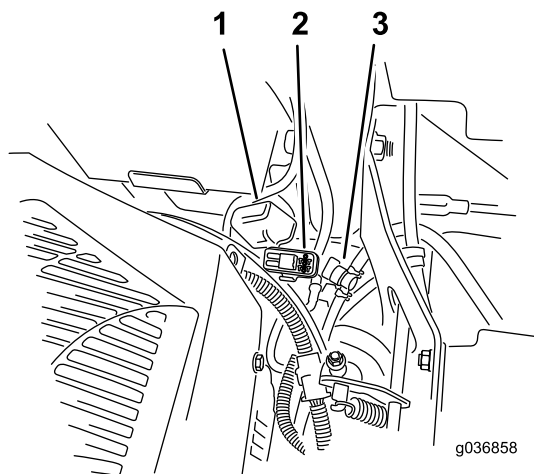

Figure 53
Remarque: Sur les machines MyRide, assurez-vous que le câble de masse ne frotte pas contre le bras tiré ou le support d'amortisseur inférieur (Figure 53).
Les fusibles sont situés sur la console droite, près du siège (Figure 53).
2. Remplacez le fusible (Figure 53).